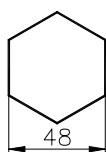

Fig. U5.22
3. Hexagonul din Fig. U5.22 poate fi construit cu ajutorul următoarelor comenzi: